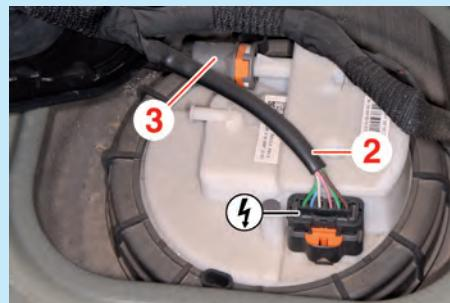

Fig.2
- Ecartez le faisceau (2) (Fig.2).
- Débrancher le conduit d'alimentation (3).